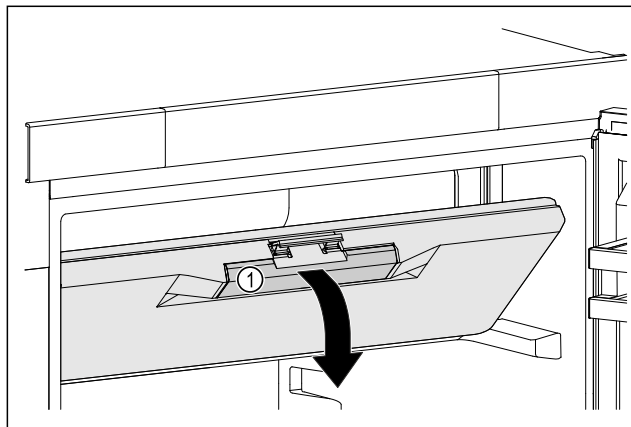

Fig. 43
- ▶ Haarake külmkambriga ukse haardesüvendist Fig. 43 (1) kinni.